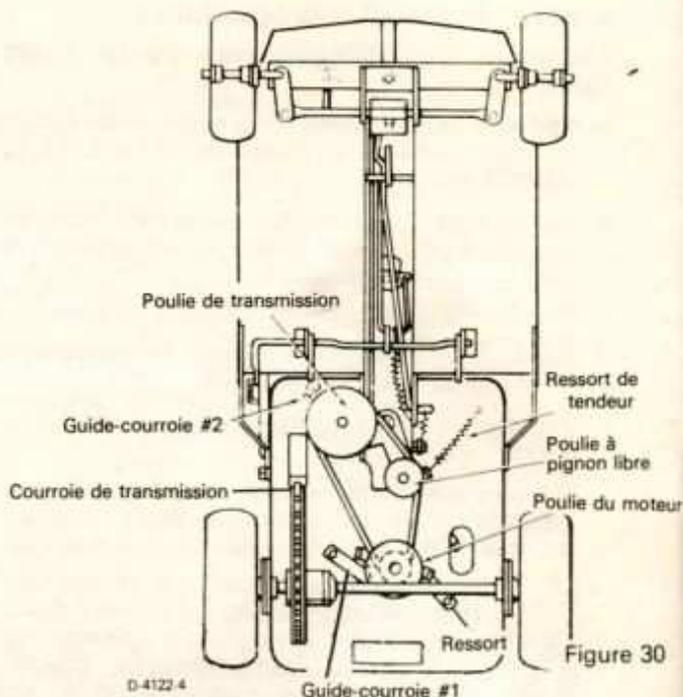

Figure 30
- Desserrer le guide-courroie #1 situé sur la poulie du moteur (voir figure 30).
COURROIE DE TRANSMISSION figure 30